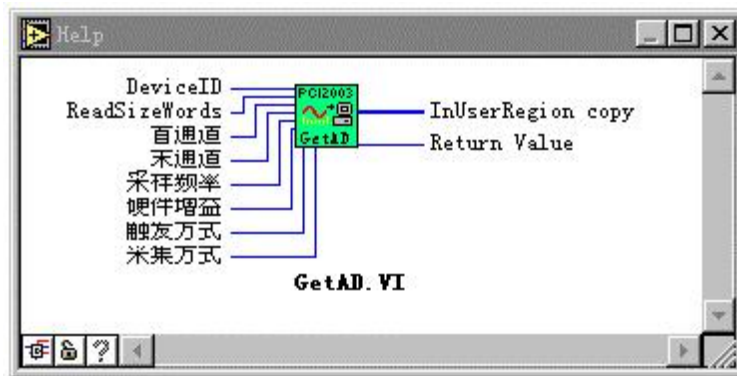

图 6 GetAD.VI 模拟数据采集驱动程序
如您要实现通过本设备实现 AD 采样，您只点击“GetAD.VI”驱动器，然后往 Diagram 窗口一放置，即可得到形如  的单个图标，它有许多诸如元器件或芯片的所具有的管脚，如图 6：
然后将鼠标指向需要在线帮助的图标上，即可弹出该图标的各个管脚的定义。比如图 6 中的内容就是这样得到的。
- 1. 数据采集驱动器如图 6